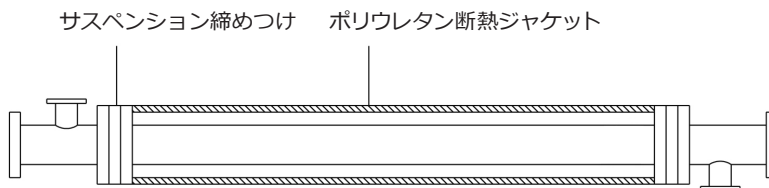

図10
- 4.10** 外部の損傷から伸縮継手を保護し省エネを最適化するには、図10に示すようにポリウレタン断熱ジャケットを使用することをお勧めします。